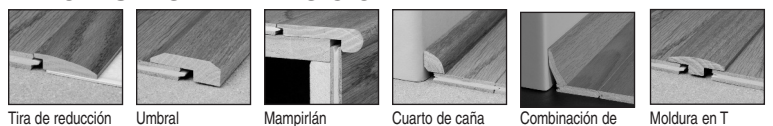

Figura 9
- Sostenga la lana a un ángulo mínimo de 45° (Figura 9) firmemente contra la base para obtener un índice de distribución de 50-60 pies cuadrados (4-5 metros cuadrados) por galón. La lana deja resaltos de adhesivo y muy poco adhesivo entre los resaltos. Esto aún le permitirá ver los cordeles entizados entre los resaltos y obtener el índice de distribución recomendado.